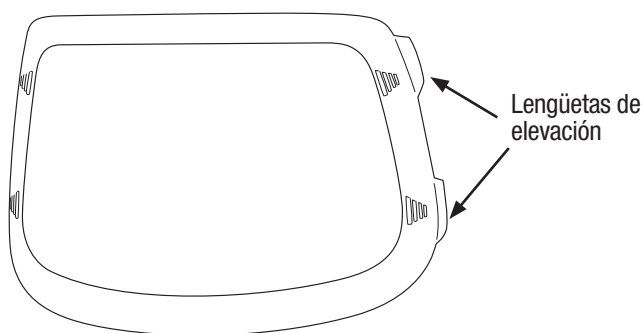

Fig. 19a
- a. Levanta las lengüetas a ambos lados del marco para retirar el visor interno de esmerilado de la careta para soldar (Fig. 19a).